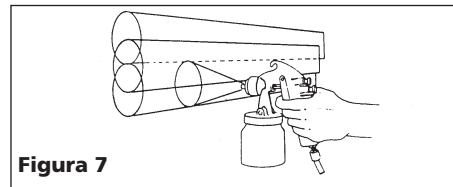

Figura 7
4. Sobreponha aos movimentos de maneira suficiente a obter um acabamento uniforme ao final (Veja a figura 7). **NOTA:** Duas camadas finas de tinta produzem